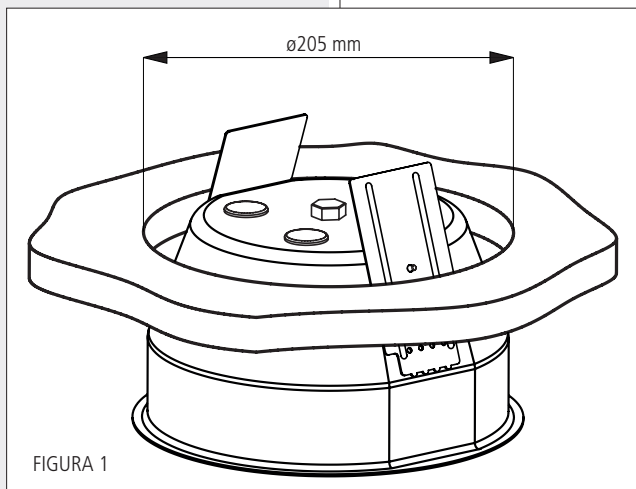

FIGURA 1
1. Praticare nella controsoffittatura un foro del diametro di 205 mm, come indicato in figura 1.
3. Inserire il fondello antifiama nel foro praticato (come mostrato in figura 1).